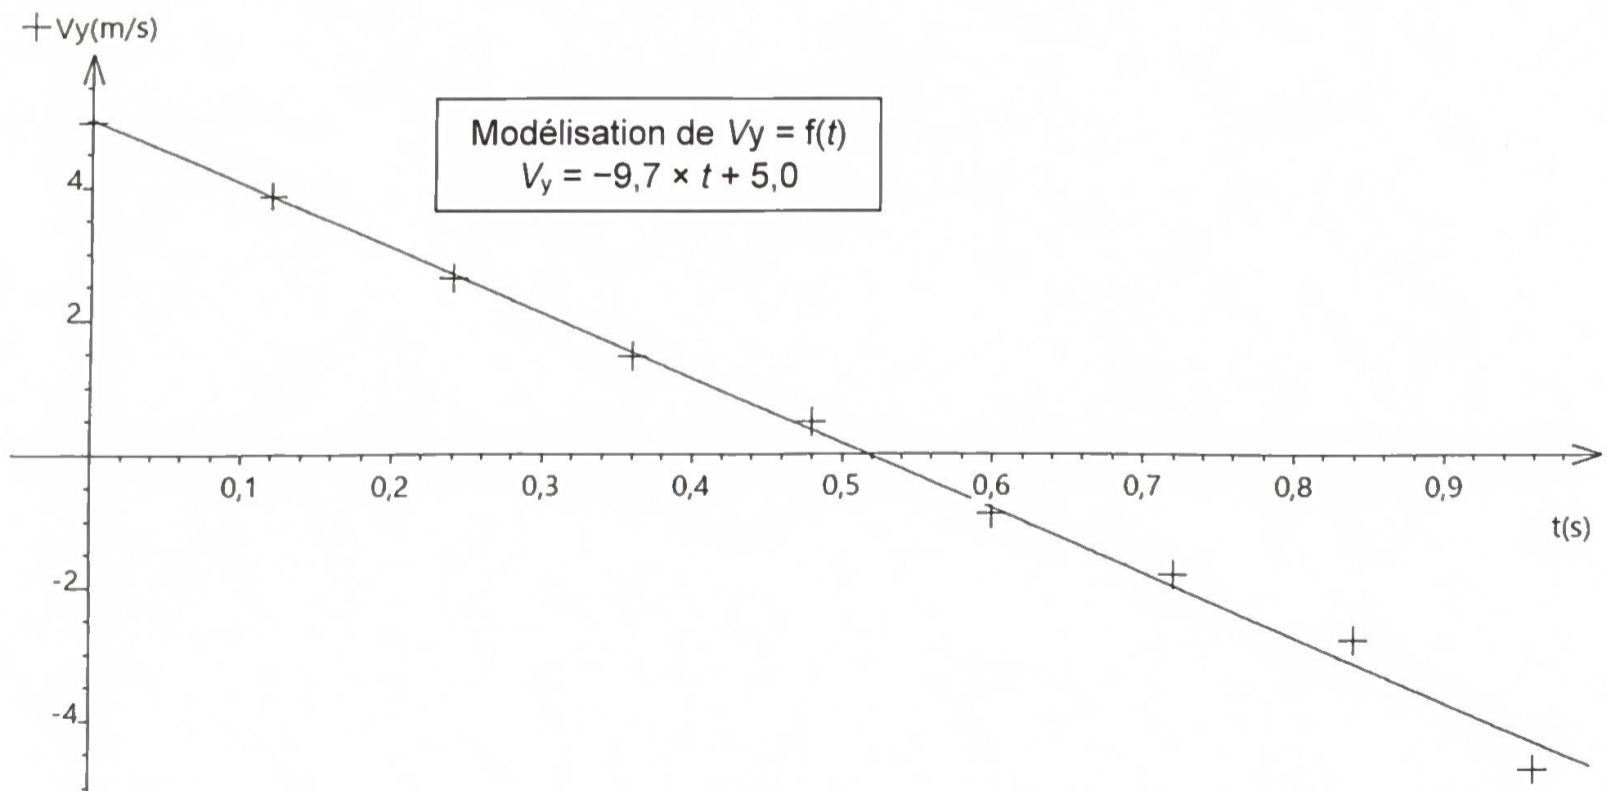

Figure 3 – Évolution de la coordonnée v_y de la vitesse du ballon en fonction du temps t
- Q.3. Déterminer, à l'aide de la figure 3, la valeur de la coordonnée v_{y0} du vecteur vitesse initiale \vec{v}_0 .